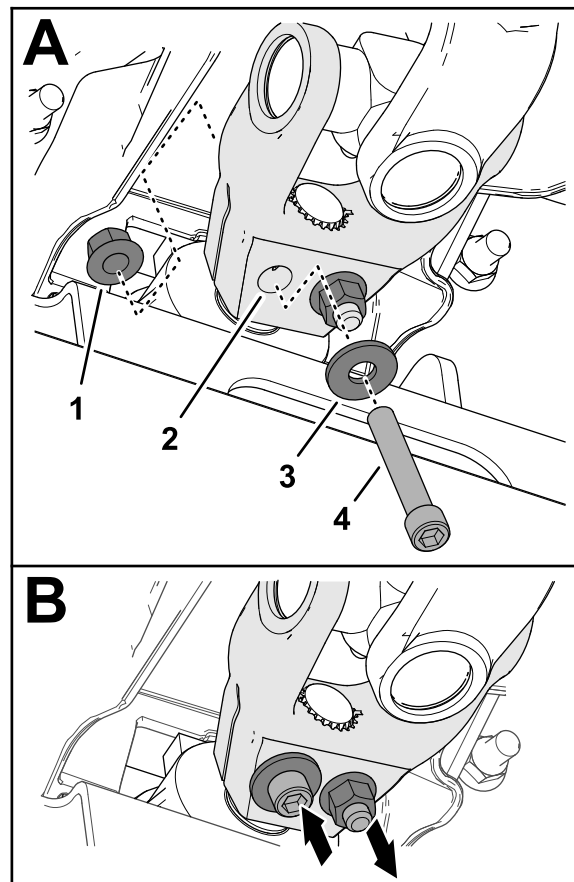

Figure 19
6. Insérez une vis à tête creuse ($\frac{3}{8}$ x $2\frac{1}{4}$ po) dans une rondelle ($\frac{3}{8}$ po) et dans le trou de la chape de l'arbre d'entraînement (Figure 19), et fixez la vis au moyen d'un contre-écrou à embase ($\frac{3}{8}$ po).
7. Insérez une vis à tête creuse ($\frac{3}{8}$ x $2\frac{1}{4}$ po) dans une rondelle ($\frac{3}{8}$ po) et dans le trou de la chape de l'arbre d'entraînement (Figure 19) par l'autre côté, et fixez la vis au moyen d'un contre-écrou à embase ($\frac{3}{8}$ po).